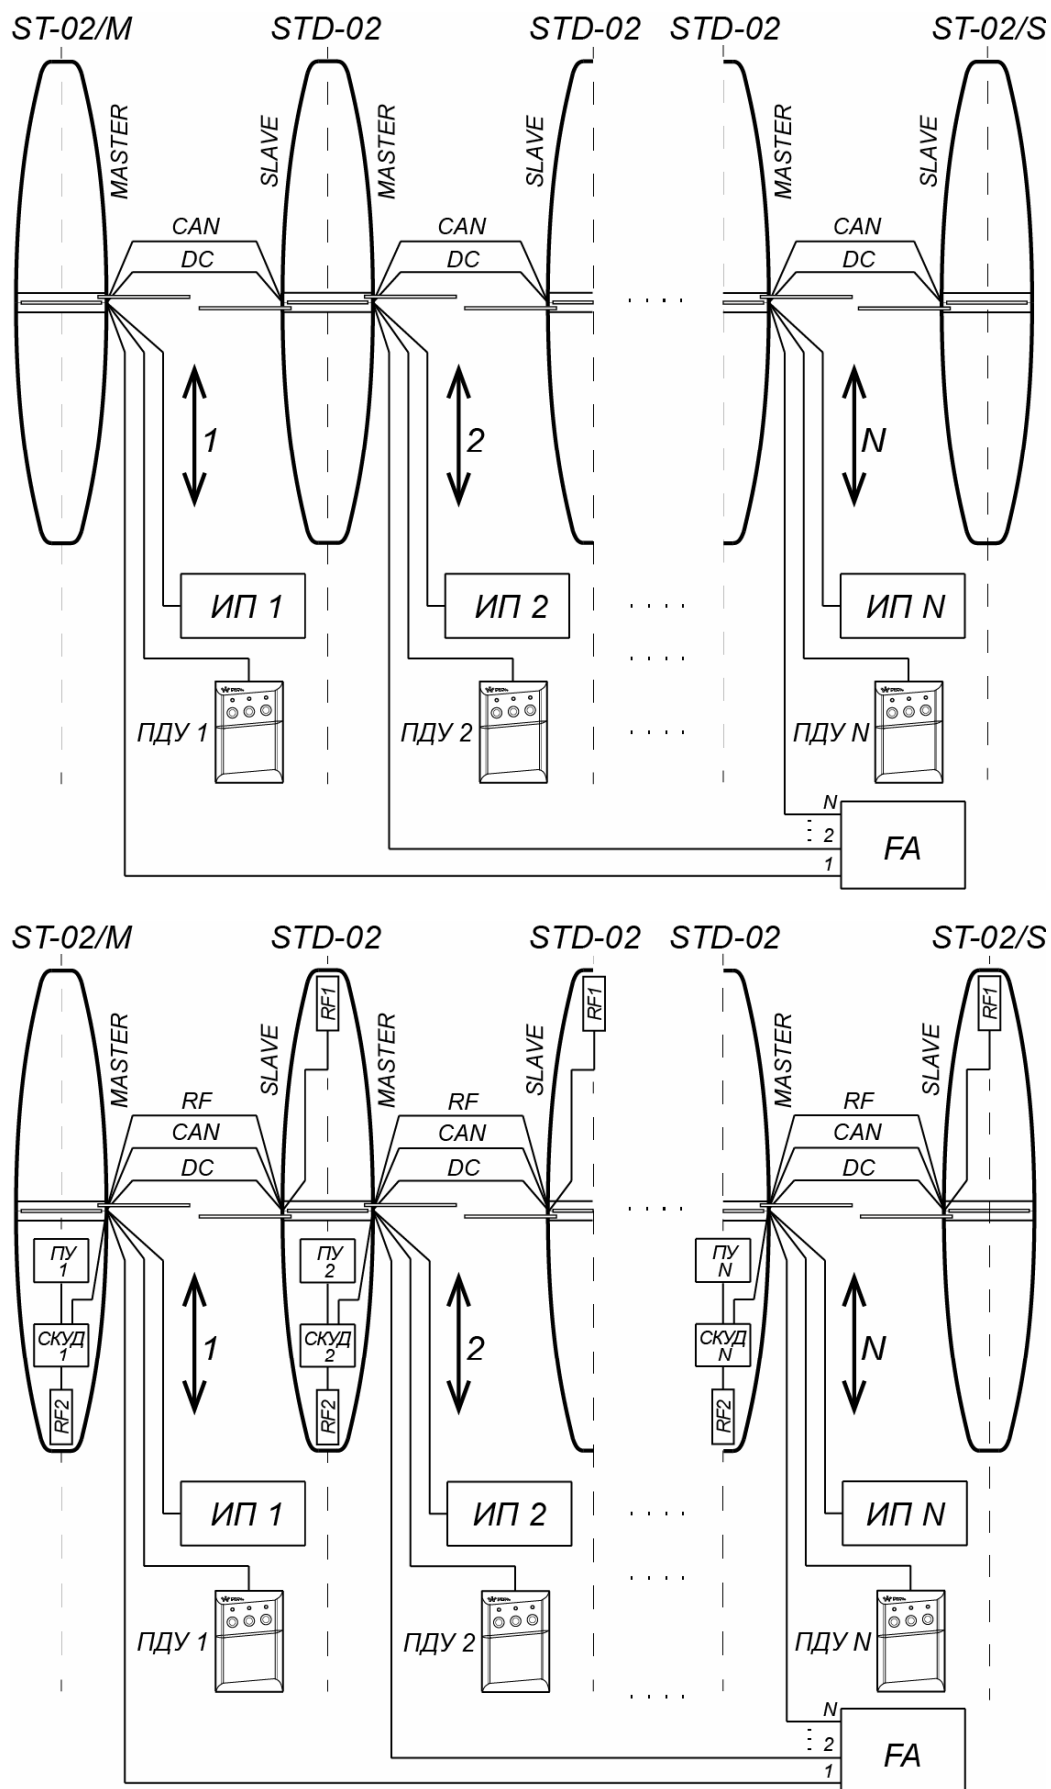
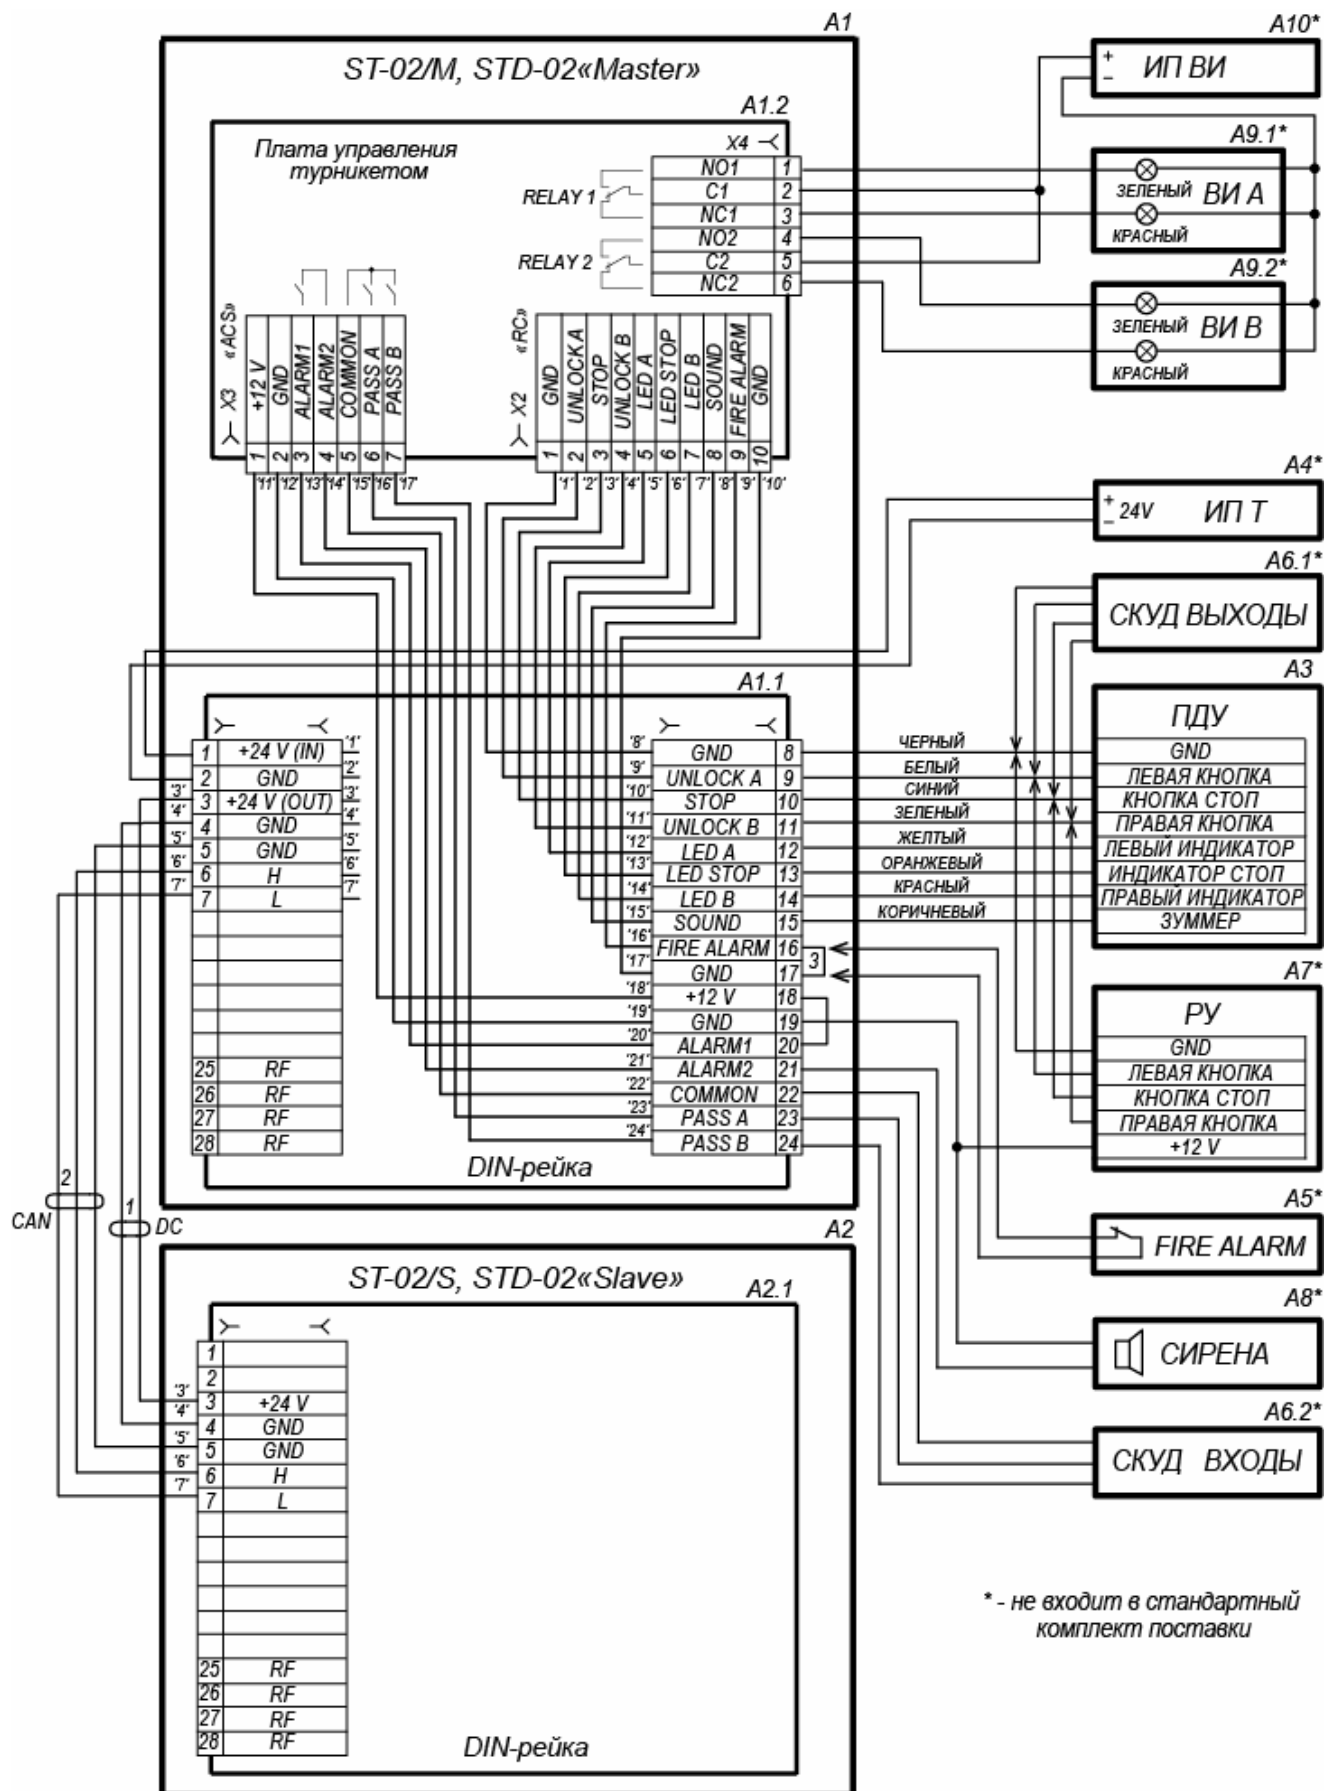
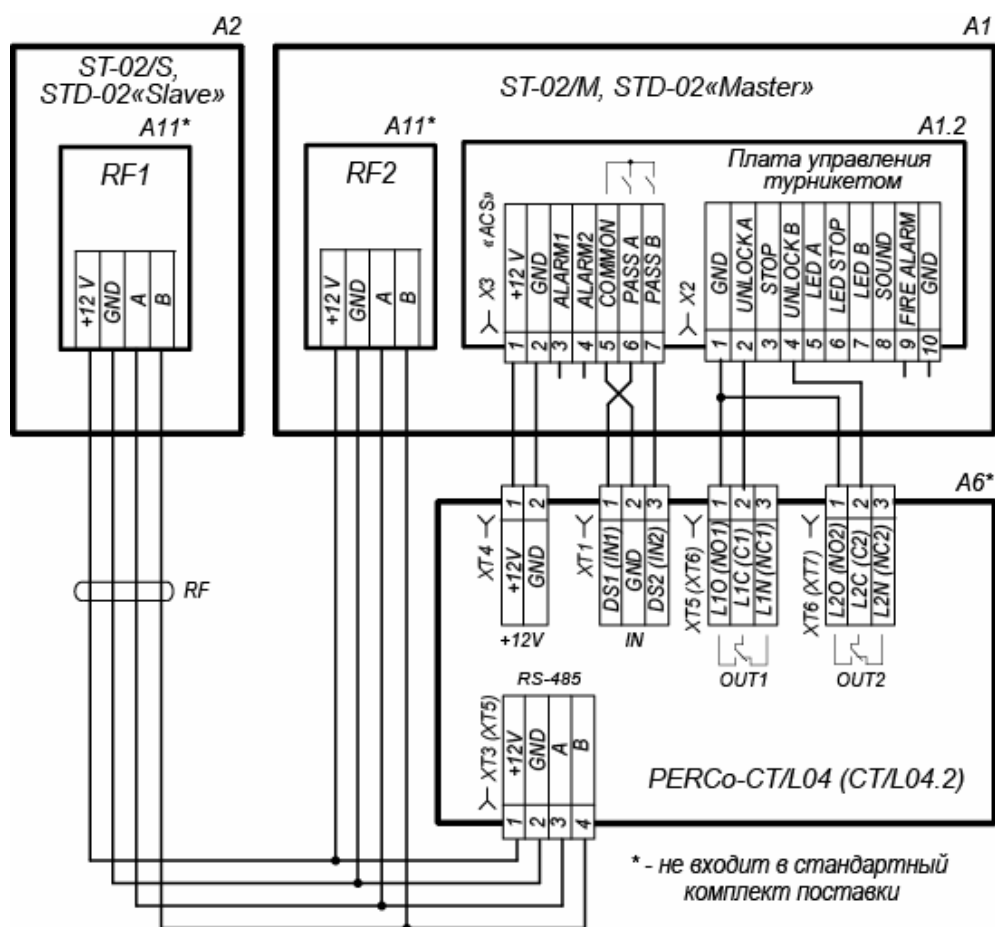

Рисунок 16. Схемы соединений турникета PERCo-ST-02 и двусторонних секций PERCo-STD-02 для организации проходной с несколькими (N) зонами прохода
Рисунок 17. Схема электрических соединений турникета
Рисунок 18. Вариант подключения к турникету контроллера СКУД PERCo-CT/L04
- каналы для подводки кабелей от внешних устройств (источника питания (12), ПДУ (11) или контроллера СКУД, устройства *Fire Alarm* (13) и другого дополнительного оборудования – к отверстиям для ввода в секцию *Master* и для ввода в двусторонние секции;
- каналы, соединяющие отверстия для ввода кабелей противоположных секций (сторон двусторонней секции) одной зоны прохода – для подводки соединительных кабелей DC (9) и CAN (10)¹, а также по необходимости при установке встроенных в турникет считывателей – кабель для соединения считывателя из секции *Slave* с контроллером СКУД (кабель RF на схемах на рис. 16 и рис. 18).
17. Выньте изнутри каждой секции (стороны секции) и подключите внешние соединительные кабели к выносной колодке подключения согласно схеме электрических соединений турникета (см. рис. 17). Вставьте и закрепите на место выносную колодку. Аккуратно уложите подсоединенные к ней кабели внутри корпуса секции.
Для удобства входы и выходы встраиваемого в турникет контроллера СКУД могут подключаться не к контактам DIN-рейки, как показано на схеме (рис. 17), а непосредственно к соответствующим им контактам платы управления (разъемы **X2** и **X3**, рис. 6). Вариант схемы подключения представлен на рис. 18.